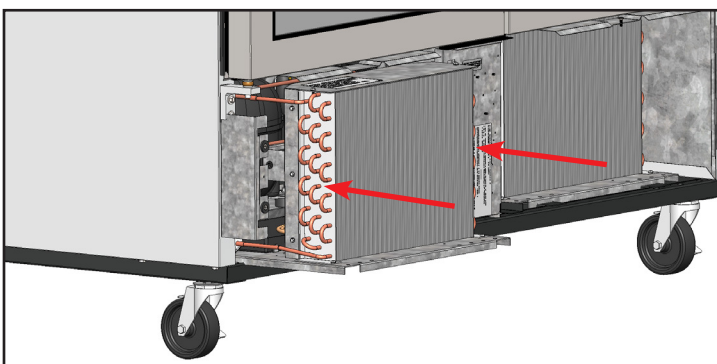

Рис. 8. Осторожно задвинуть конденсатор на место и закрепить его болтами.
9. Установить кронштейны змеевика. Осторожно задвинуть блок компрессора на место и закрепить его болтами. См. рис. 8.